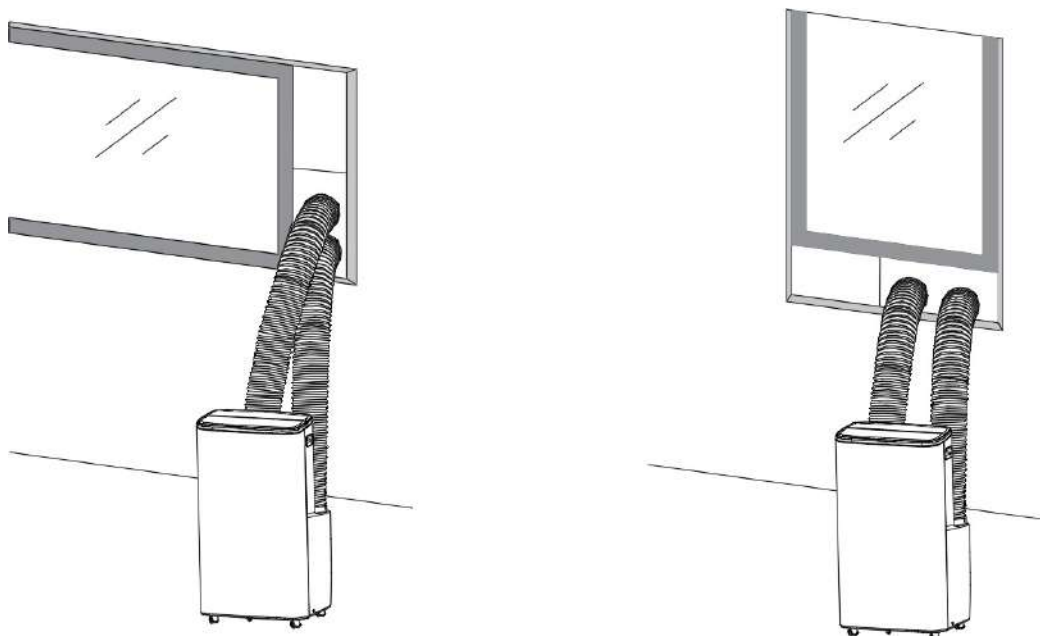

Figure 2 Figure 2a
- 2) Installer le tuyau d'évacuation comme indiqué aux Figures 2 et 2a et s'assurer de son bon ajustement sur la fenêtre.